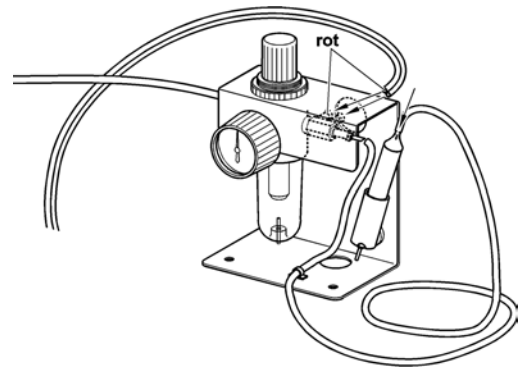

Bild 7.2
- (04) Die beiden Schläuche des Fußschalters in die selbst verriegelnden Anschlüsse der Wartungseinheit einschieben (Bild 7.2). Durch kurzes Zurückziehen wird der Schlauch durch den Sicherungsring gegen Lösen gesichert.
- (05) Schlauch für das Handstück an der Wartungseinheit aufstecken; das andere Ende auf den Anschluss am Handstück schieben (Bild 7.2). Durch kurzes Zurückziehen wird der Schlauch durch den Sicherungsring gegen Lösen gesichert.
- (06) Zur Sicherung der Schläuche Befestigungsschellen (2 Stück) an der Konsole ankleben und Schläuche durchführen (Bild 7.2).